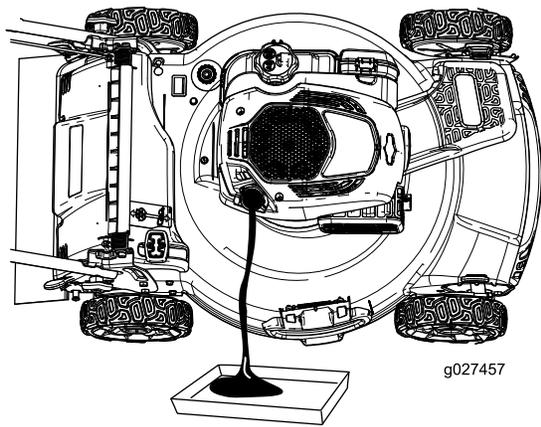

Figura 26
4. Ponga la máquina de lado (de modo que el filtro de aire quede hacia arriba) para drenar el aceite usado a través del tubo de llenado de aceite (Figura 26).